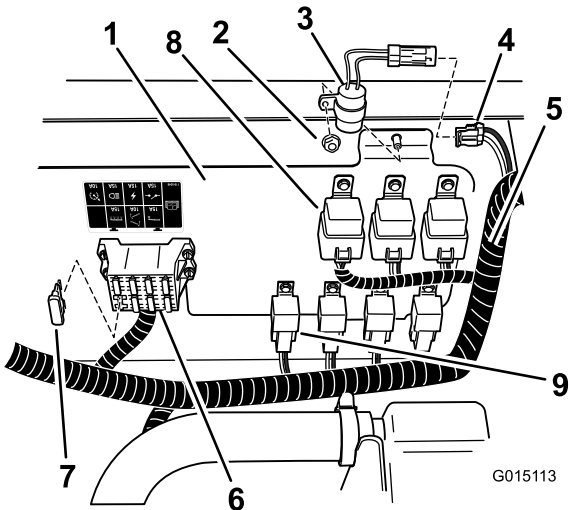
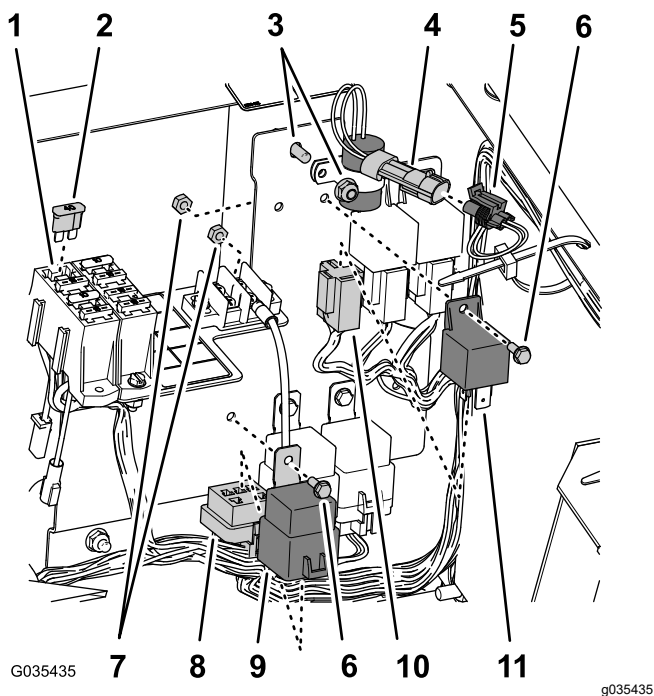
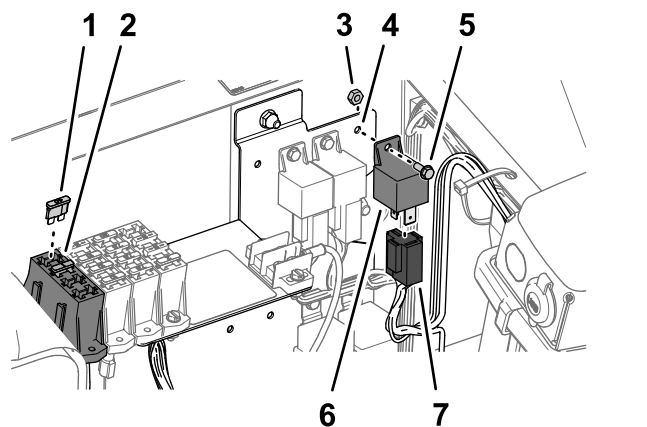

Figura 34
Figura 35
Figura 36
- A. Installate il timer di ritardo nel punto illustrato nella Figura 34 o nella Figura 35 mediante il dado di bloccaggio del quadro elettrico.
- B. Collegate il timer al connettore a 2 prese indicato come timer di ritardo del cablaggio preassemblato della macchina (Figura 34 o Figura 35).
- Montate un fusibile (40 A) nello slot libero del portafusibili come illustrato nella Figura 34, nella Figura 35 o nella Figura 36.
- Allineate relè e relè di alimentazione con gli altri relè dello stesso tipo e installateli sul quadro (Figura 34, Figura 35 o Figura 36) con 2 bulloni a testa flangiata (n. 10-24 x 1/2") e 2 dadi di bloccaggio (n. 10-24).
- Individuate il connettore a 5 prese e il connettore a 4 prese sul cablaggio principale e collegateli al relè (4 pin) e al relè di alimentazione (5 pin), come illustrato nella Figura 34, nella Figura 35 o nella Figura 36.